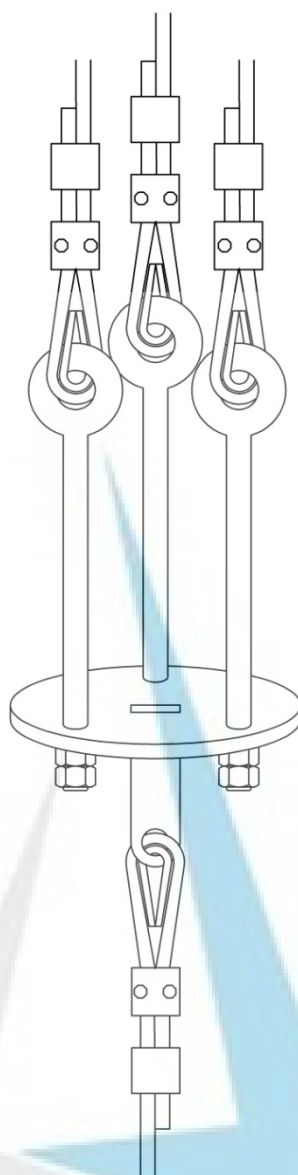

Рис.4
8.4. Протянуть через большие ролики в каждой из  $3^x$  секций оголовка отдельные тросы и закрепить их концы через коуши в основном соединительном карабине (узел разветвления). Аналогично протянуть силовой кабель, который должен обязательно проходить между малыми роликами и вместе с  $3^{мч}$  тросами опускаться до уровня узла разветвления. Обязательно обратить внимание на то, чтобы не было схлестывания тросов и кабеля. Конец силового кабеля с разъёмом (вилкой) соединить с блоком тросов (Рис. 4) через хомут так, чтобы кабель мог свободно перемещаться вдоль троса. Высота узла разветвления выбирается самостоятельно, исходя из высоты удобной для обслуживания, монтажа и закрепления спускоподъемных узлов с учётом длины страховочной цепи, которая должна быть соединена через скобу с нижним концом на монтажной площадке, а верхним через талреп в узле разветвления. Таким образом в рабочем (верхнем) положении мобильной короны в узле разветвления должны сходиться: сверху - 3 основных троса и верхняя часть силового кабеля, и снизу - основной трос от редуктора-лебёдки и страховочная цепь.